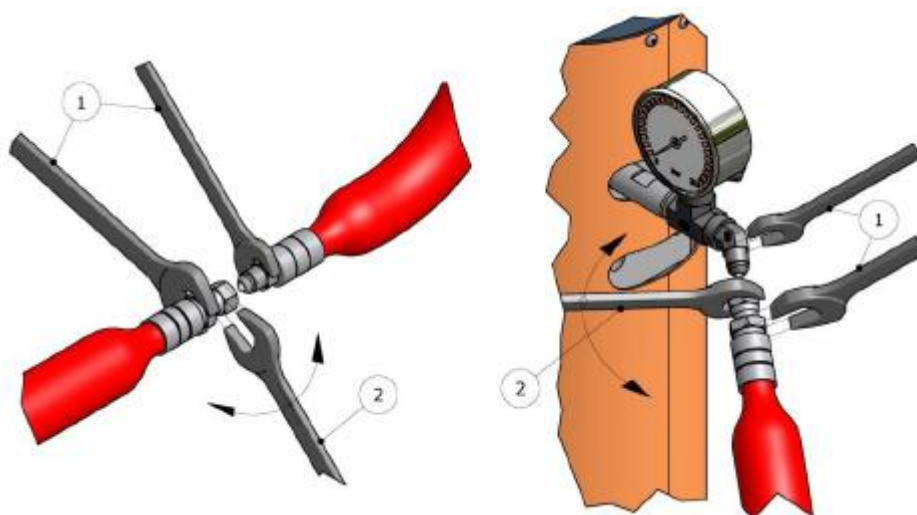

Рис. 3. Способ соединения шлангов
ВНИМАНИЕ! Для соединения шлангов вместе или подсоединения их к нагревателям или пистолету используйте два универсальных ключа для захвата и удерживания соединяемых частей (1) и третьего ключа для закрутки / ослабления соединительной гайки (2) как показано на рис. 3. Соединения должны быть закручены с крутящим моментом 20Н*м.